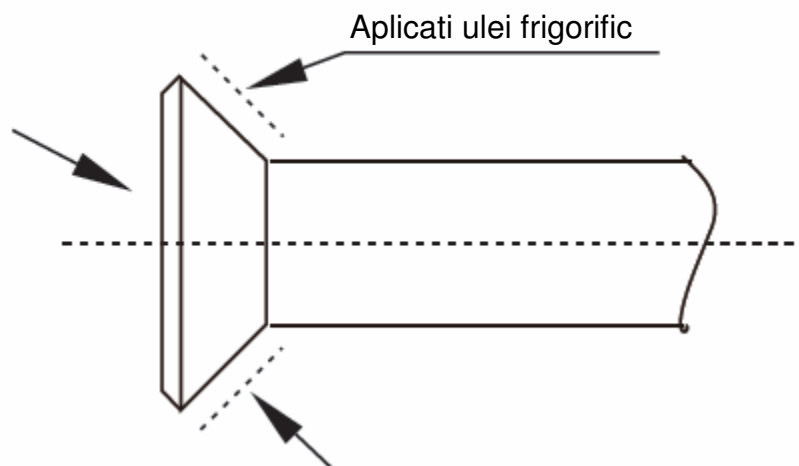

Figura 4.3
- Inainte de a fi instalat capacul mansonului pe mansonul tevii, aplicati ulei frigorific pe manson (atat in interior cat si in exterior), apoi rotiti-l de trei sau patru ori inainte de a strange capacul. A se vedea Figura 4.3.